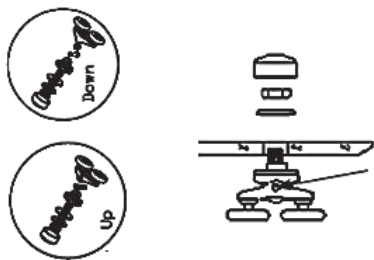

Abb.5
8. Installieren Sie die unteren (11) und die oberen (9) beweglichen Rollen an die beweglichen Glastüren (5). Hängen Sie die Türe nacheinander an, justieren Sie die Anschlüsse der Türe mit den Rollen. Installieren Sie die Türmagnetdichtungen. (Abb. 5).